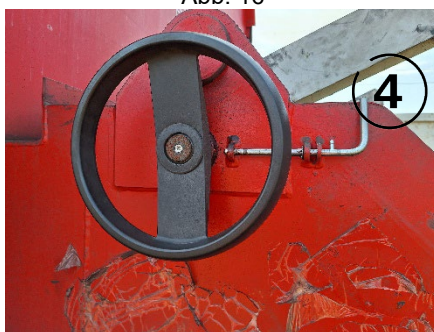

Abb.: 17
Die Runge wird dann in den gewünschten Querabstand – so nahe an die Rolle wie möglich – geschoben. Durch das Kippen und Einschieben der Runge (1) – Abb. 16 in die Kammaufschlagstücke (2) – Abb. 16 werden mittels Steuerungsrad (3) – Abb. 16 die Rungen zur Rolle nachgedrückt und das Steuerungsrad wird durch einen Sicherungsstift – Abb. 17 gesichert.